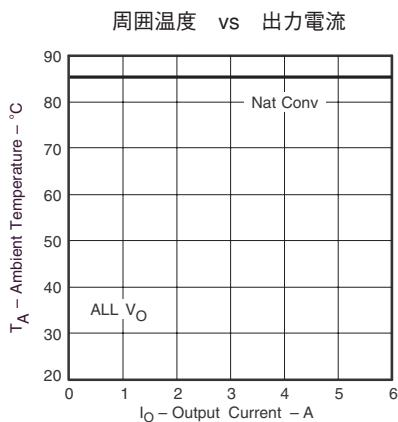

図 10
- (2) 温度ディレーティング曲線は、内部コンポーネントの温度がメーカーの指定した最大温度以下で動作する条件を表します。温度ディレーティング曲線は、内部コンポーネントがメーカーの最大温度以下で動作する条件を表します。このディレーティング制限は、2オンス(56.69 グラム)の銅を使用した、100mm × 100mmの両面基板に直接半田付けされたモジュールに対して適用します。図10に対して適用されます。